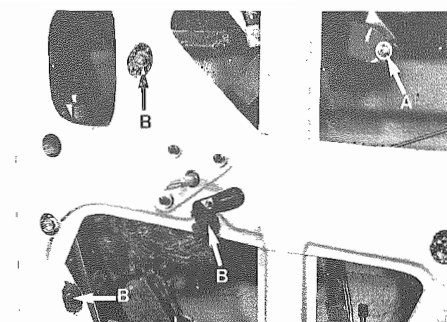
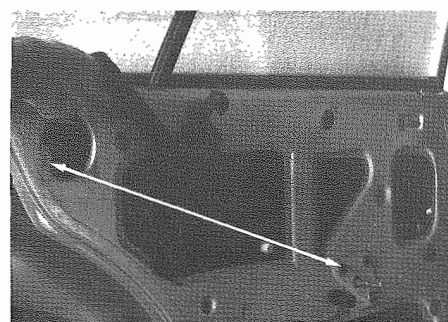

Fig. 13 - A - Vite fissaggio slitta al meccanismo alzacristalli
Fig. 14 - Tirante apertura portiera
- Sollevare il cristallo e smontare la slitta dalla leva di azionamento (**Fig. 13**).
- Smontare il meccanismo (**Fig. 13**); staccare i cavi elettrici ed estrarlo come mostrato in **Fig. 14**. Per facilitare l'operazione staccare temporaneamente il tirante comando apertura portiere.
- Lift the glass and disassemble slide from control lever (**Fig. 13**).
- Disassemble the control device (**Fig. 13**); detach electric cables and remove it as shown in **Fig. 14**. To facilitate this operation temporary detach door control rod.
- Sollevare il cristallo e smontare la leva di azionamento dalla slitta (**Fig. 13**).
- Estrarre la slitta come il meccanismo alzacristalli (**Fig. 14**). Per facilitare l'operazione staccare temporaneamente il tirante comando apertura portiere.
- Lift the glass and disassemble control lever from the slide (**Fig. 13**).
- Take out slide as done for the window control device (**Fig. 14**). To facilitate this operation temporary detach door control rod.